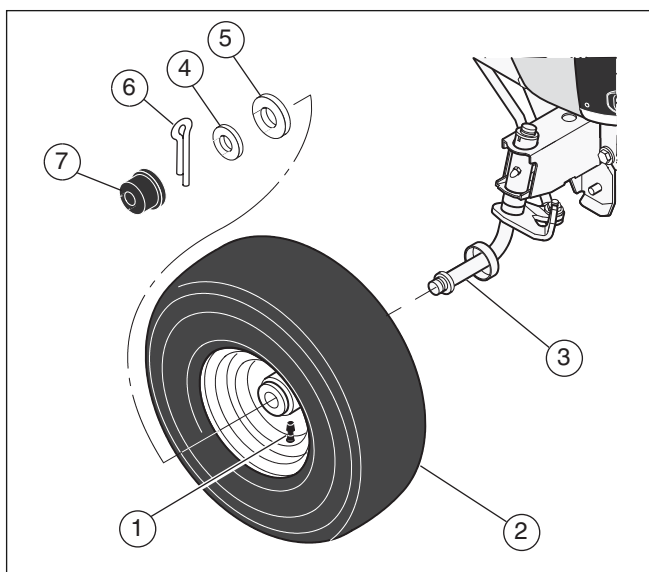

Abbildung 36
1. Sicherstellen, dass der Ventilschaft (1) an der Außenseite ist (siehe **Abbildung 36**).
2. Das Vorderrad (2) auf die Spindel (3) schieben.
3. Das Vorderrad (2) mit Unterlegscheiben (4 und 5) und Splint (6) befestigen. Die Enden des Splints auseinander biegen, damit das Vorderrad auf der Spindel bleibt.
4. Falls das Modell mit Radkappen (7) ausgestattet ist, müssen diese angebracht werden. Sicherstellen, dass die Unterlegscheiben die Radkappen sichern.